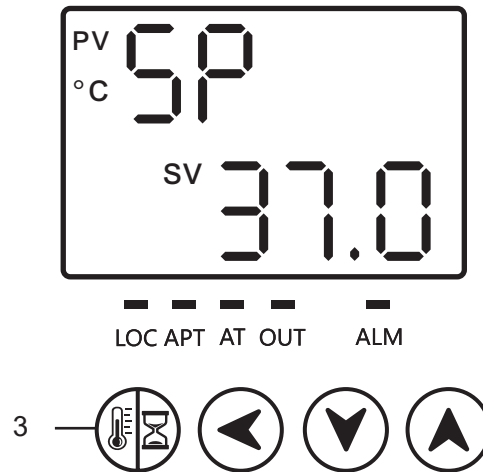

Figura. 5 Definir temperatura
2. Definir la temperatura: Presione el botón 3 . Programe la temperatura deseada utilizando los botones: de desplazamiento (◀), de disminución (▼) y de aumento (▲). Después, presione 2 veces botón 3 para confirmar los parámetros (Figura 5).